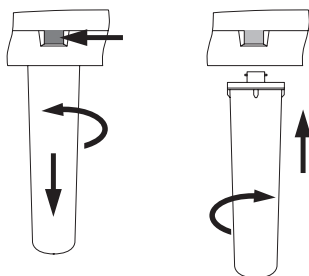

Рис. 11
- Нажав до упора и удерживая стопорную кнопку, поверните использованные фильтрующие модули предварительной очистки K5 и (или) K2 против часовой стрелки и выньте их (рис. 11).